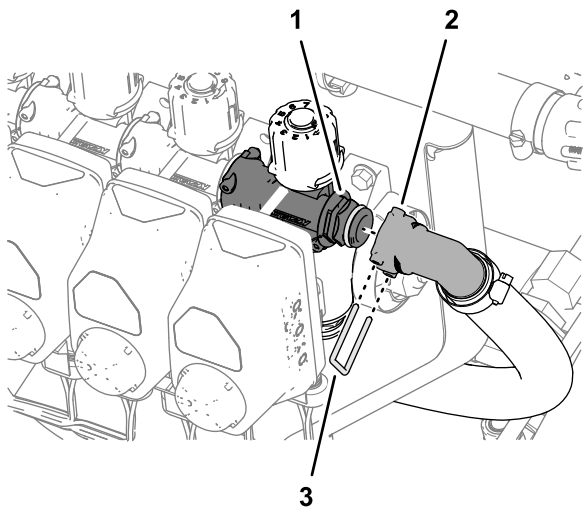

图 112
2. 将旁通阀软管的快速连接接头安装到喷嘴阀 10 旁通阀的快速连接接头上图 112。
3. 用卡环固定旁通软管快速断开接头和旁通阀图 112。